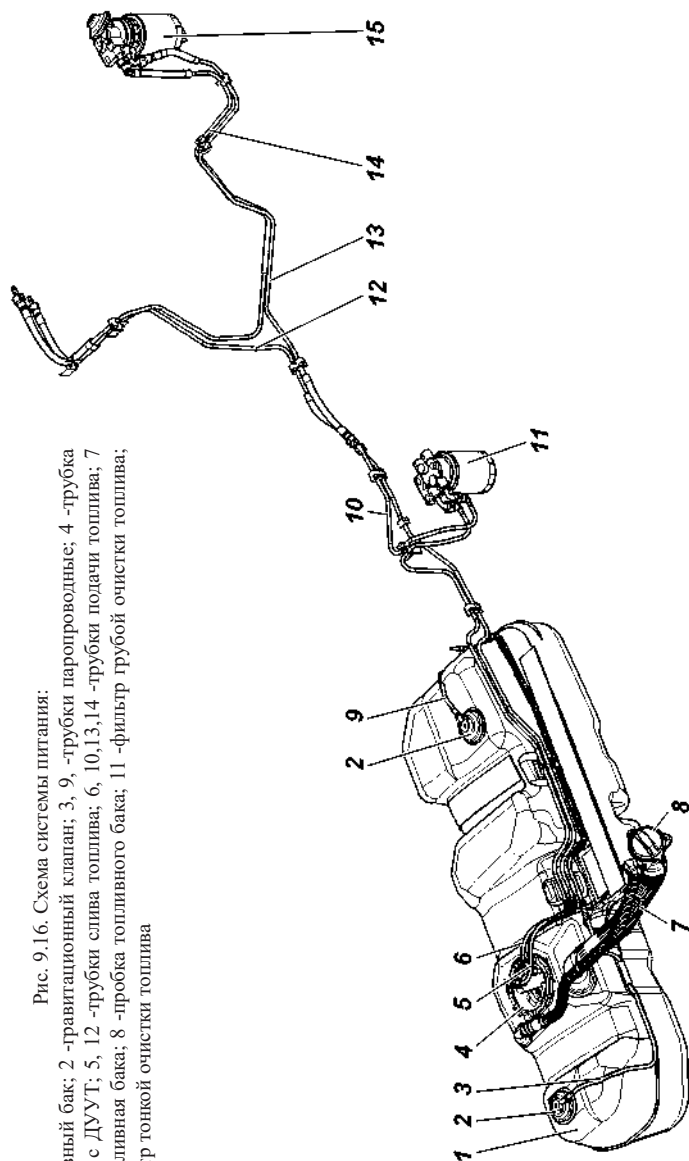

Рис. 9.16. Схема системы питания:
Система питания (рис. 9.16)
К топливному насосу высокого давления (ТНВД) 2 (рис. 9.12) топливо поступает из бака 1 (рис. 9.16) через фильтр грубой очистки 11 и фильтр тонкой очистки 15.
Фильтр тонкой очистки топлива производства (Hefei Hengyi International Trade Co.,) LTD) с устройством подогрева топлива, датчиком содержания воды в топливе, со сливом отстоя топлива 15 (рис. 9.16) установлен под капотом автомобиля на правом брызговике.
Фильтр грубой очистки топлива (производства Hefei Hengyi International Trade Co.,) LTD) 11 (рис. 9.16) установлен на правом локероне с внешней стороны рамы.
1. Убедитесь в том, что пробка заливной горловины топливного бака 8 (рис. 9.16) затянута надежно. Пробка горловины наливной трубы топливного бака глухая и обеспечивает герметичное уплотнение;